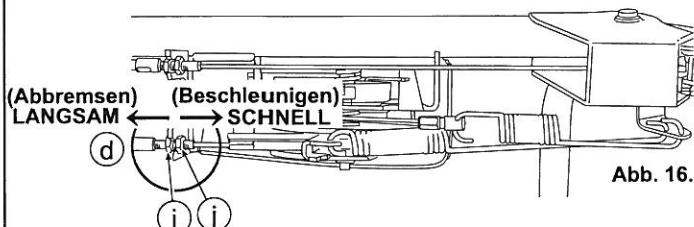

Abb. 16.
- Wenn eine Anpassung notwendig ist, lösen Sie die Sicherungsmutter (j) des HST-Geschwindigkeit kontrolle kabel (d) und betätigen dann die Einstellvorrichtung (i) wie in Abb. 16 gezeigt.
- Starten Sie den Motor und vergewissern Sie sich, dass die Geschwindigkeit sich ändert, wenn der Ganghebel (D) betätigt wird.